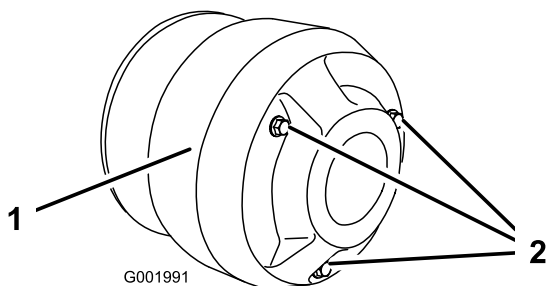

Figura 54
4. Retire os 3 parafusos que fixam a tampa à embraiagem e retire a tampa (Figura 54).